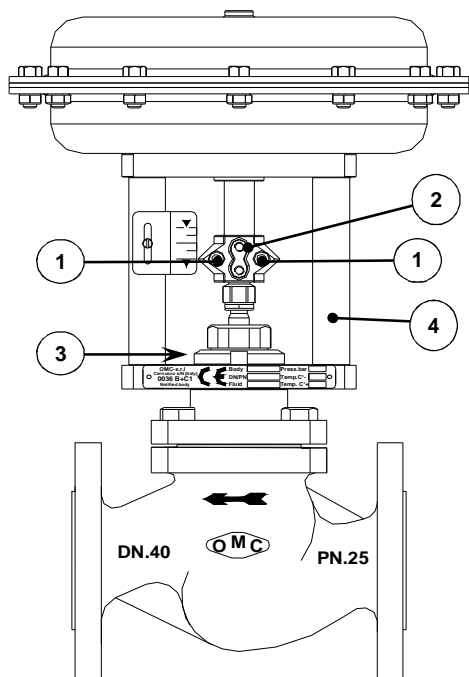
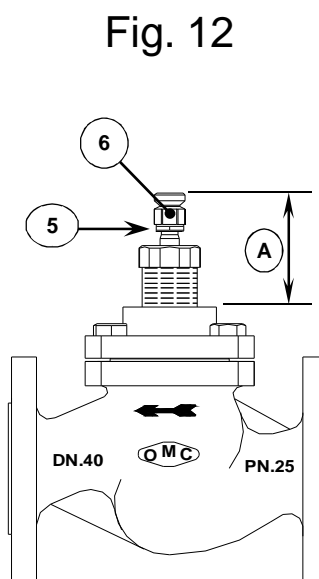

Fig. 11
Fig. 12
- Facendo riferimento alle Fig. 11 procedere come segue:
- Svitare completamente le viti (1) e rimuovere i morsetti (2)
- Svitare completamente la ghiera (3).
- Afferrare il castello per le colonne (4) ed estrarre l'attuatore
- Misurare con precisione (+/- 0,1mm) la distanza (A) in Fig. 12 e prendere nota
- Rimuoverne i particolari (5) e (6)
- Rimontare il tutto ripetendo le operazioni in senso inverso facendo attenzione al re-allineamento di alberi e alla misura (A)
- In reference to the figure 11, proceed as follows:
- Remove the screws (1) and the clamp (2)
- Loosen the mounting nut (3) completely.
- Catch the actuator pillars (4) and remove the actuator from valve body.
- Measure accurately (+/- 0,1mm) the distance (A) as showed on Fig. 12 and take note.
- Remove items (5) and (6)
- Re-assemble all the items in reverse order ensuring the alignment of the spindles and the restoring of the measure (A).